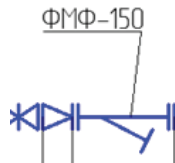

Рис. 134. Выноска
*Выноска* — это прямая линия или сплайн со стрелкой или без стрелки на одном конце и многострочным текстовым объектом или блоком на другом (рис. 134).